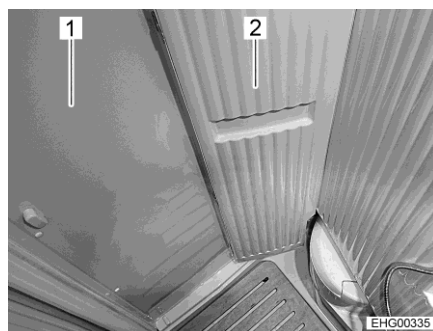
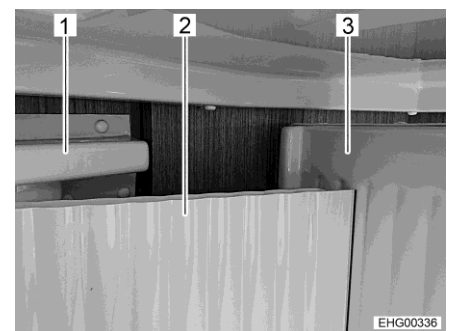

Bild 166 Liten vridvägg, vriden
Bild 167 Korrekt läge för den lilla vridväggen
- Stäng våtutrymmesdörren (Bild 166,1 och Bild 167,1).
▷ Placera **alltid** den lilla vridväggen (Bild 166,2 och Bild 167,2) **framför** den stora vridväggen (Bild 167,3)! Tryck **inte** den lilla vridväggen **bakom** den stora vridväggen! Annars finns det risk för att man blir inlåst i våtutrymmet eftersom våtutrymmesdörren kanske inte längre kan öppnas.
■ Vrid den lilla vridväggen (Bild 166,2 och Bild 167,2). Den lilla vridväggen är i rätt läge när den står framför den stora vridväggen (Bild 167,3).